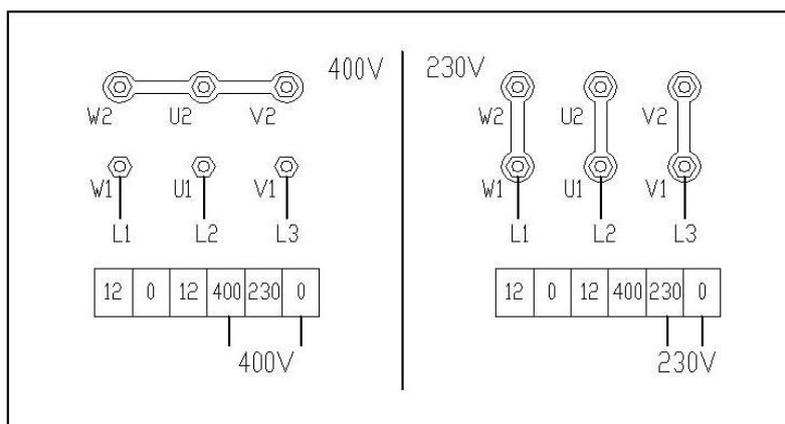

Рис. 16
- Если подъемник подключается к трехфазной сети 230V, следует изменить подключения трансформатора и электродвигателя (Рис. 16)